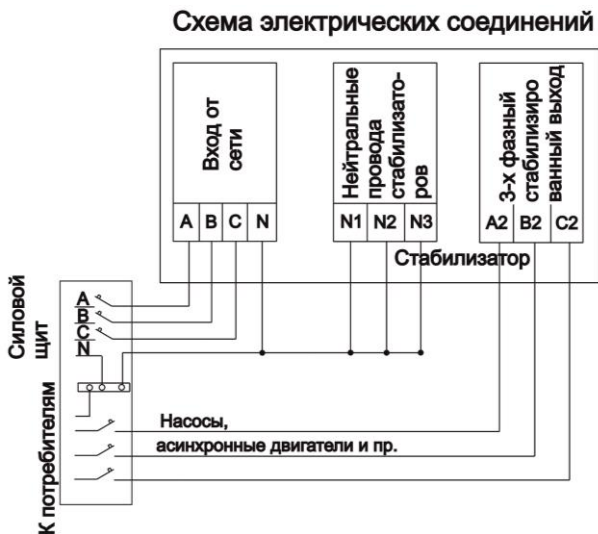

Рисунок 1 – Схема электрических соединений
*Подключение стабилизатора должно выполняться квалифицированным специалистом, аттестованным предприятием в соответствии с приведенными в паспорте рекомендациями и схемой электрических соединений (рис. 1).*